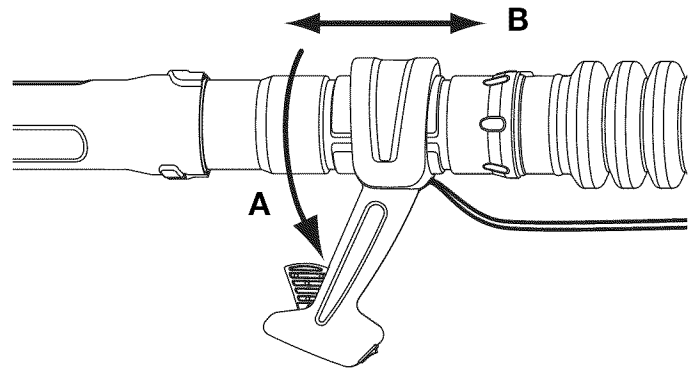

Fig. 8
- Haga girar el mango de control del regulador en el sentido contrario a las agujas del reloj alrededor del tubo de la sopladora hasta que apunte directamente hacia abajo (Fig. 8, A).
- Tire del mango de control del regulador o empujelo a lo largo del tubo de la manija hasta que quede a una distancia cómoda de la sopladora de mochila (Fig. 8, B).